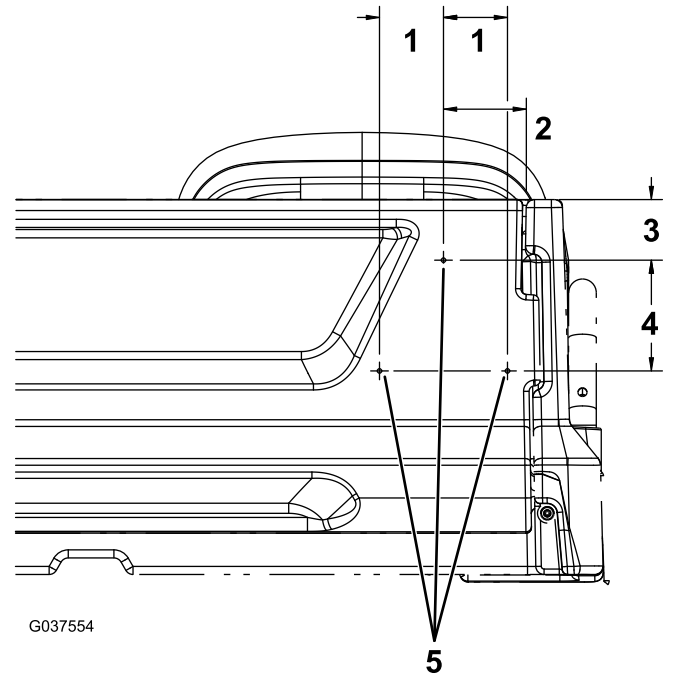

Bild 13
1. Messen Sie an der rechten Seite der Heckklappe 95 mm von der rechten Kante und 70 mm von oberhalb der Heckklappe und markieren Sie diese Position (**Bild 13**).
2. Messen Sie 128 mm nach unten von dem in Schritt 1 markierten Loch und 74 mm nach rechts und links und markieren Sie die beiden Positionen (**Bild 13**).
3. Bohren Sie in alle drei Markierungen ein Loch mit einem Durchmesser von 5 mm (13/64") (**Bild 13**).